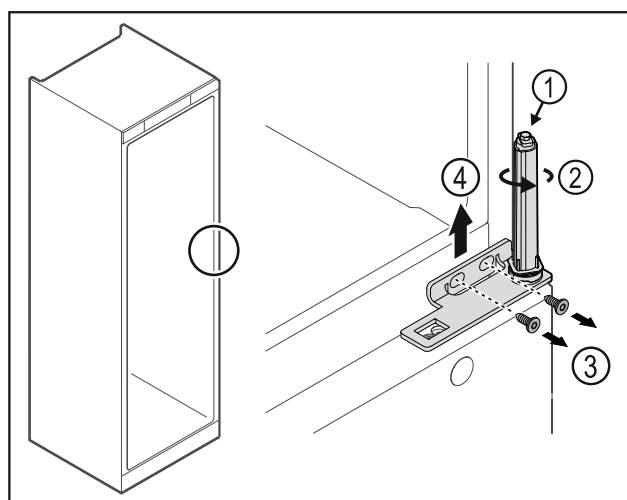

Fig. 27
- System blokującego drzwi nie należy demontować Fig. 27 (1).
- System blokujący Fig. 27 (2) obrócić do momentu, aż kliknie.
► Poluzować śruby Fig. 27 (3), wyjąć zawias do góry Fig. 27 (4).